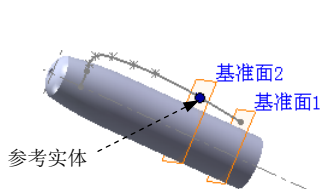

图 3.31.6 基准面 2
Step5. 创建图 3.31.6 所示的基准面 2。选择下拉菜单 **插入(I)** **→** **参考几何体(G)** **→** **基准面(E)...** 命令，选取图 3.31.6 所示的基准面 1 和草图 2 上的点作为基准面的参考实体。